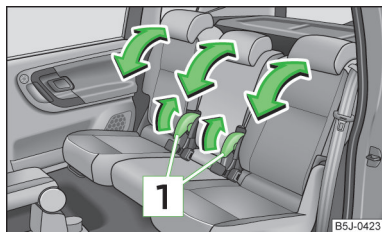

Fig. 40
➤ Trageți maneta **1** » fig. 40 și reglați înclinarea dorită a spătarului.
- Trageți maneta **1** » fig. 40 la pagina 54 și rabatați la maxim spre înainte spătarul scaunului.